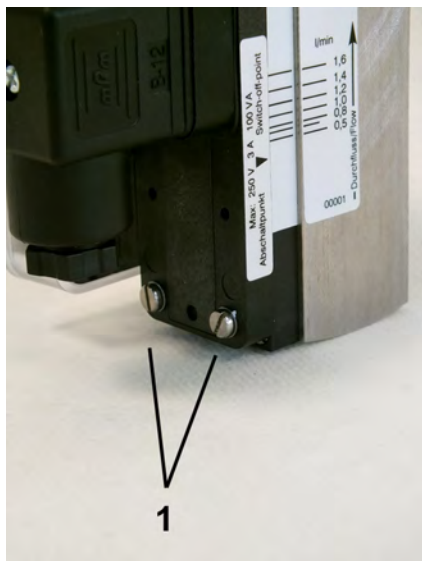

Abb. 34: Feststellschrauben lösen
1. Die Feststellschrauben des Schaltkontaktes (Abb. 34/1) mit einem Schlitzschraubendreher lösen.
3. Feststellschrauben des Schaltkontaktes (Abb. 34/1) mit einem Schlitzschraubenzieher wieder anziehen. Dabei Schrauben-Anziehdrehmoment beachten.